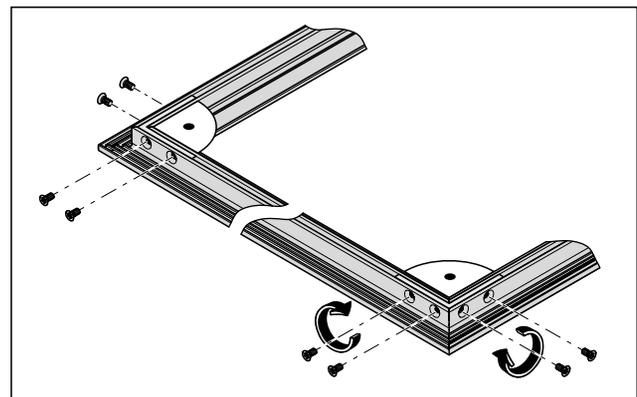

Abb. 29 Die Winkel im Grundprofil für die Zarge fixieren
4. Die Winkel mit den Schrauben M5x10 in den Grundprofilen für die Zarge mithilfe eines Innensechskantschlüssels fixieren (Abb. 29).